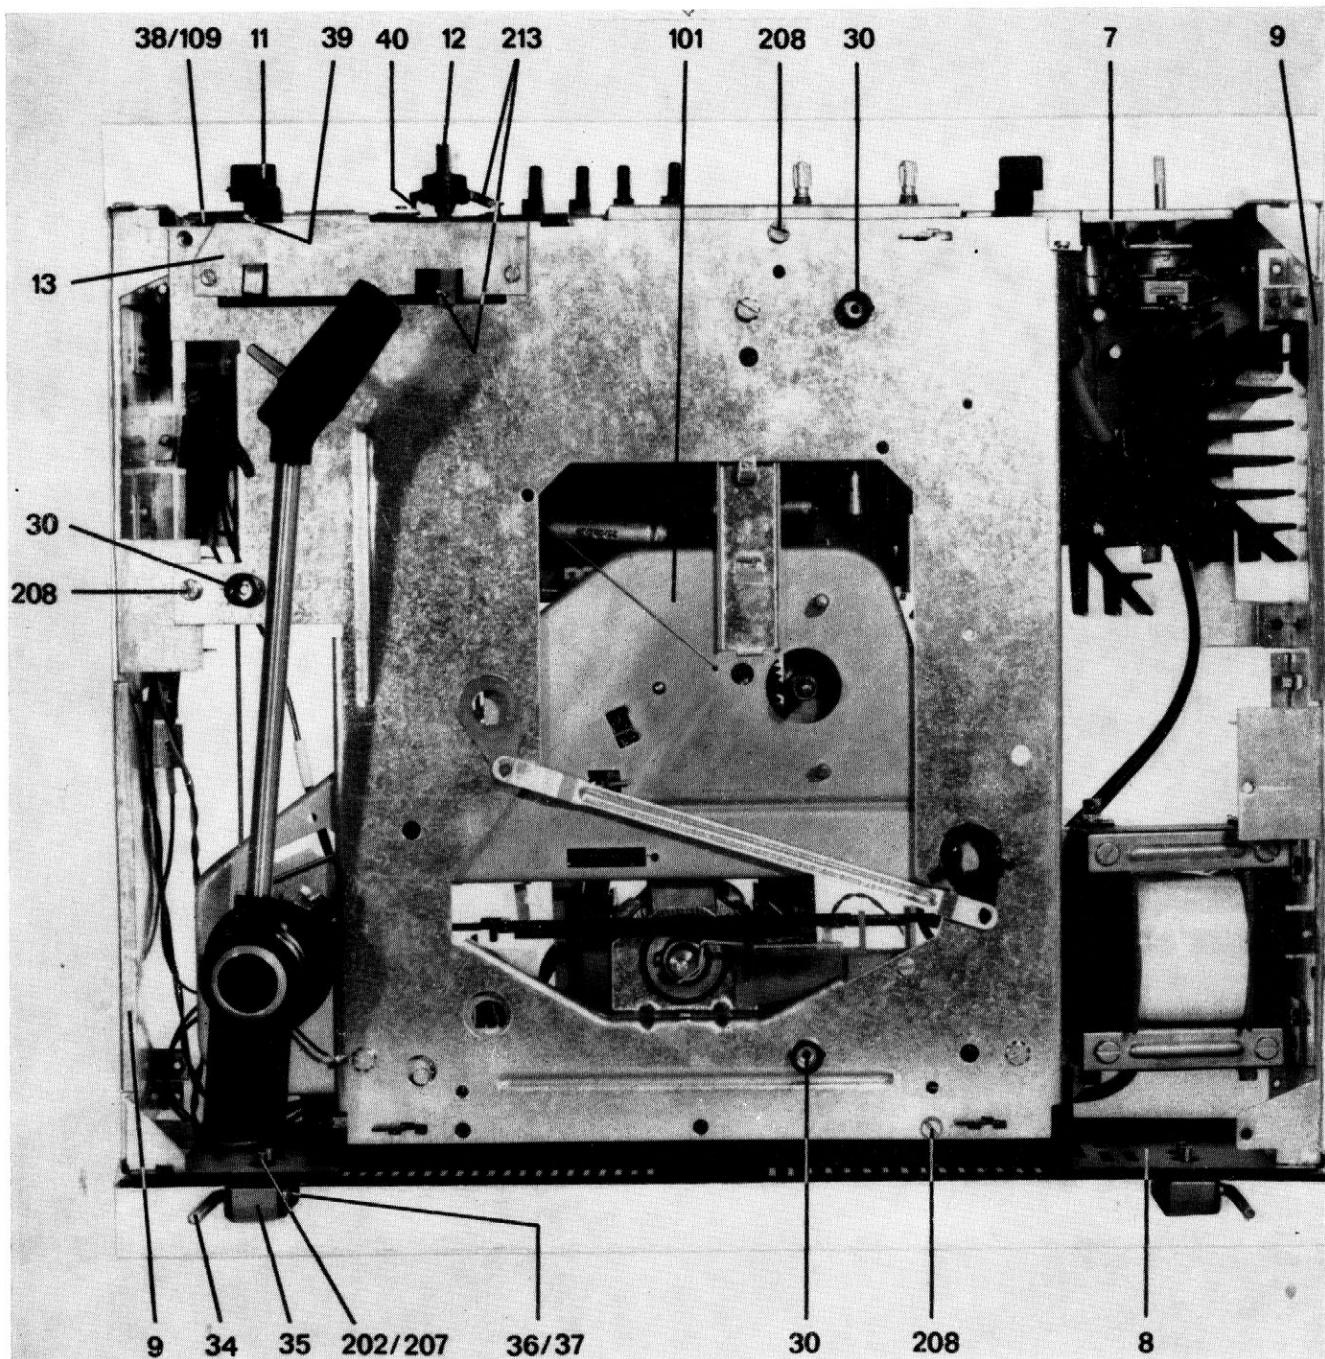

Abb. 3
6.2. Sicherungswechsel (Abb. 3)